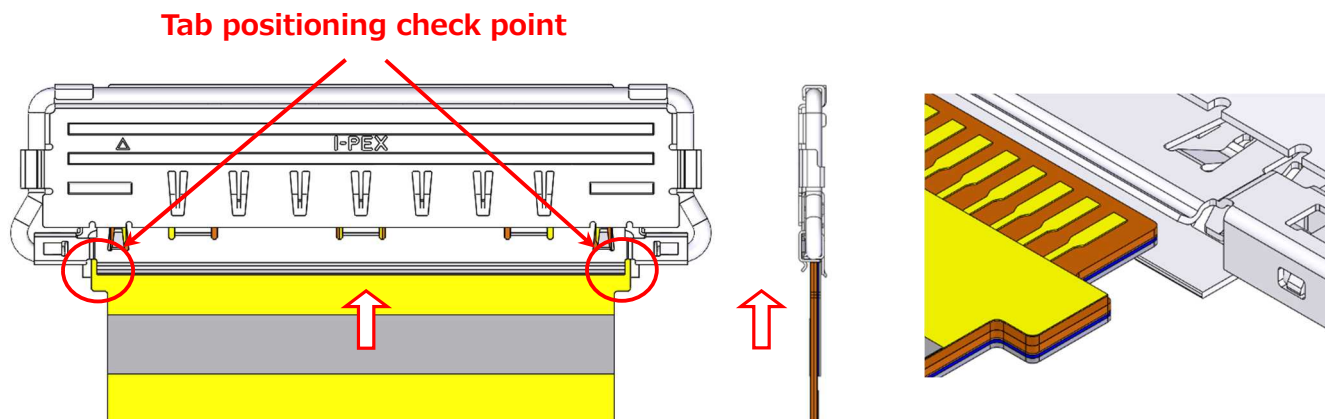

Fig.5 Checking FPC tab positions
- ② 図 5 の様に、FPC 両端耳部が CHECK POINT にあるように SHELL に仮挿入されたことを確認し、SHELL 下面に沿わせながら奥まで水平にしっかり挿入する。